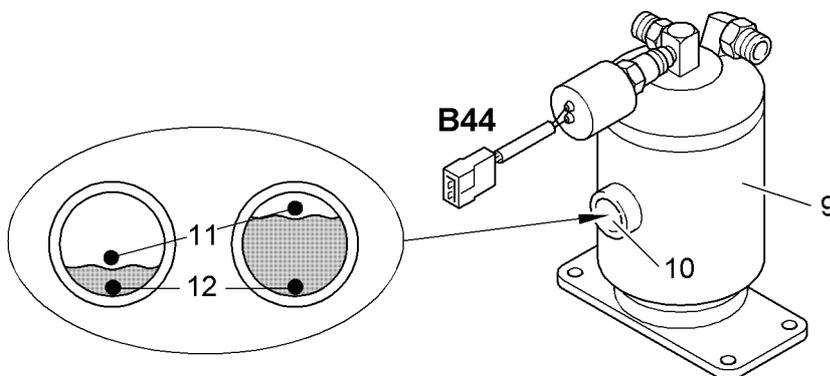

Fig. 5-85 Unidad colectora secadora
- ▶ Controlar el funcionamiento del pulsador de presión **B44** a nivel de la unidad colectora-secadora **9** (véase Fig. 5-85).